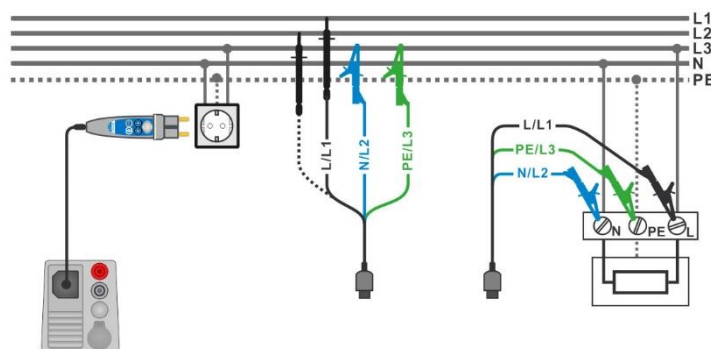

Abbildung 7.41: Phase-Neutralleiter- oder Phase-Phase-Messung der Leitungsimpedanz – Anschluss des Commander-Prüfsteckers und des 3-adrigen Prüfleiters
- › Anschluss des 3-adrigen Prüfleiters oder des Commander-Prüfsteckers am Prüfobjekt, siehe **Abbildung 7.41**.